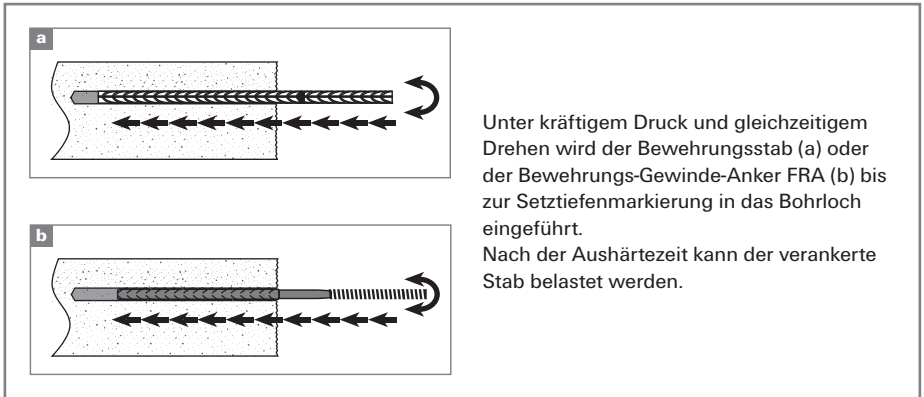

Abb. 9: Einsetzen des Bewehrungsstabes
- Der bereitliegende Bewehrungsstab ist unter **kräftigem Druck** und mit **drehender Bewegung** in das verfüllte Bohrloch bis zur **Setztiefenmarkierung** einzuführen (Abb. 9).